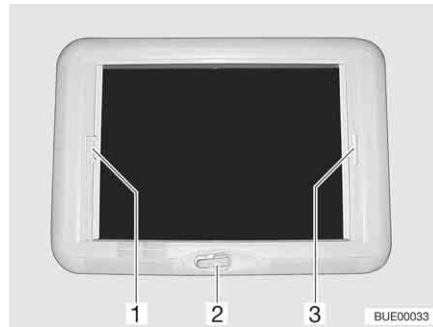

Fig. 93 Claraboya de manivela
- Girar la manivela (Fig. 93,2) hasta que se note resistencia (ángulo de apertura máx. 70°).
- Tirar del asidero (Fig. 93,3) del estor plegable y soltarlo en la posición deseada. El estor plegable se queda fijo en esta posición.
- Tirar del asidero (Fig. 93,1) de la protección contra insectos y soltarlo en la posición deseada. La protección contra insectos se queda fija en esta posición.